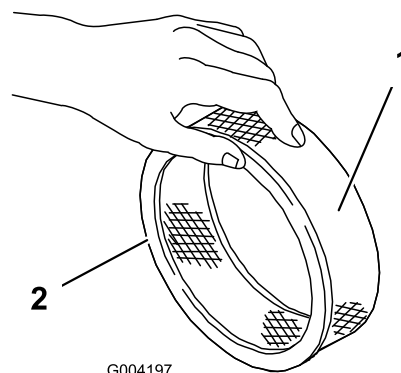

Figura 157
- Verificați dacă există rupturi, pelicule uleioase sau deteriorări ale garniturii din cauciuc a filtrului (Figura 157).